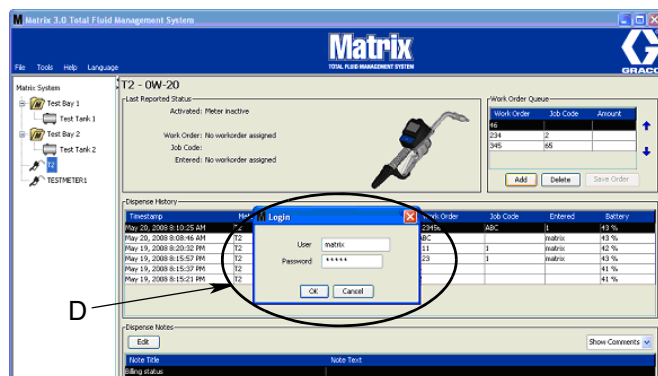

FIG. 189
3. Dans la case d'affichage instantané (D) (FIG. 189) tapez votre nom d'utilisateur et votre mot de passe. Cliquez sur OK.